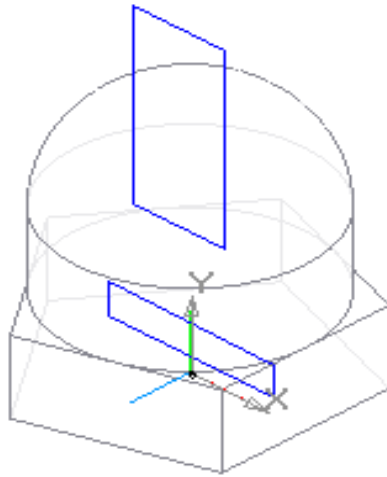

Рисунок 5.37 – Формирование выреза в модели детали
10. Формирование вырезов также начинаем с эскизов, для которых конструктивной плоскостью будет координатная плоскость **XУ**. В ней изображаем два прямоугольника (рис. 5.37).